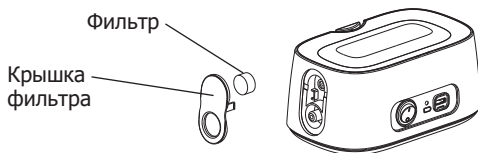

Рисунок 10.
- Удалите фильтр из крышки (Рисунок 10).